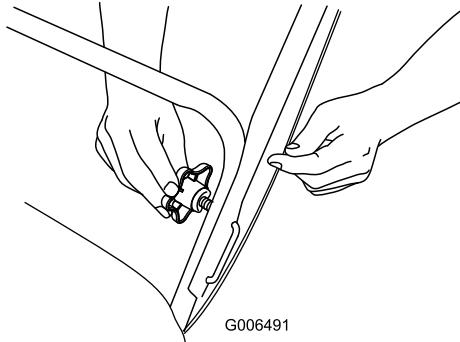

Figure 4
2. Insérez le dispositif de blocage en "U" dans le trou libre du guidon et serrez fermement les boutons du guidon (Figure 4).